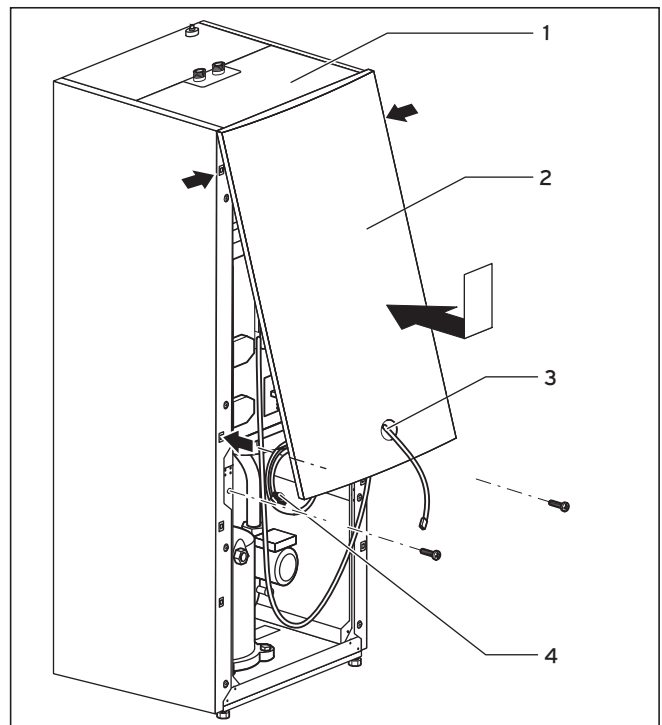

Fig. 6.21 Montaggio del rivestimento superiore
- Far passare il cavo del connettore del quadro di comando (fig. 6.21, pos. **3**) e, se si utilizza l'accessorio vrnetDIALOG, il connettore di vrnetDIALOG (fig. 6.21, pos. **4**) (alimentazione a 230 V) attraverso l'apertura del rivestimento anteriore superiore (fig. 6.21, pos. **2**).
- Agganciare il pannello di rivestimento anteriore superiore al rivestimento superiore (fig. 6.21, pos. **1**) e inserirlo nell'alloggiamento ad incastro sul telaio. Fissare il rivestimento con due viti come indicato alla figura 6.21.